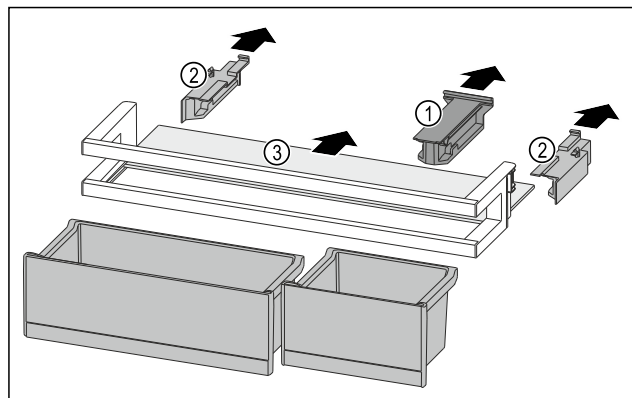

Fig. 119
- Dra ut fästdelen Fig. 119 (1).
- Dra av sidodelarna Fig. 119 (2).
- Ta ut dörrfacket Fig. 119 (3).